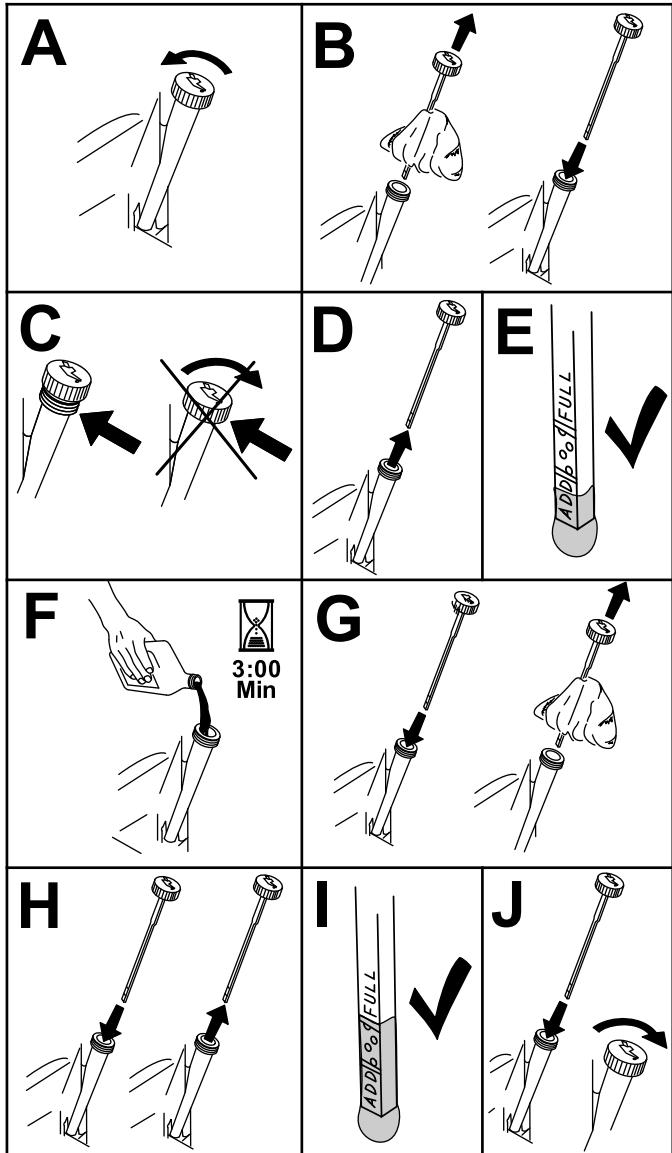

Figura 43
3. Compruebe el nivel de aceite del motor, tal y como se muestra en la (Figura 43).